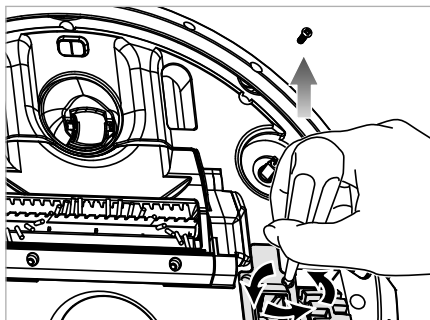

Fig. 19
- 1) Avec un tournevis cruciforme (non fourni), retirez les deux vis du recouvrement de roue 19/35 (voir fig. 19).